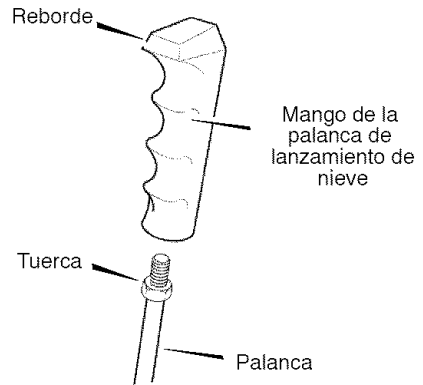

Figura 58
1. Monte el **mango de la palanca de lanzamiento de nieve** en la **palanca** hasta que quede apretado contra la **tuerca** (vea la Figura 58. En algunos modelos la **mango de la palanca de lanzamiento de nieve** viene ya instalado.